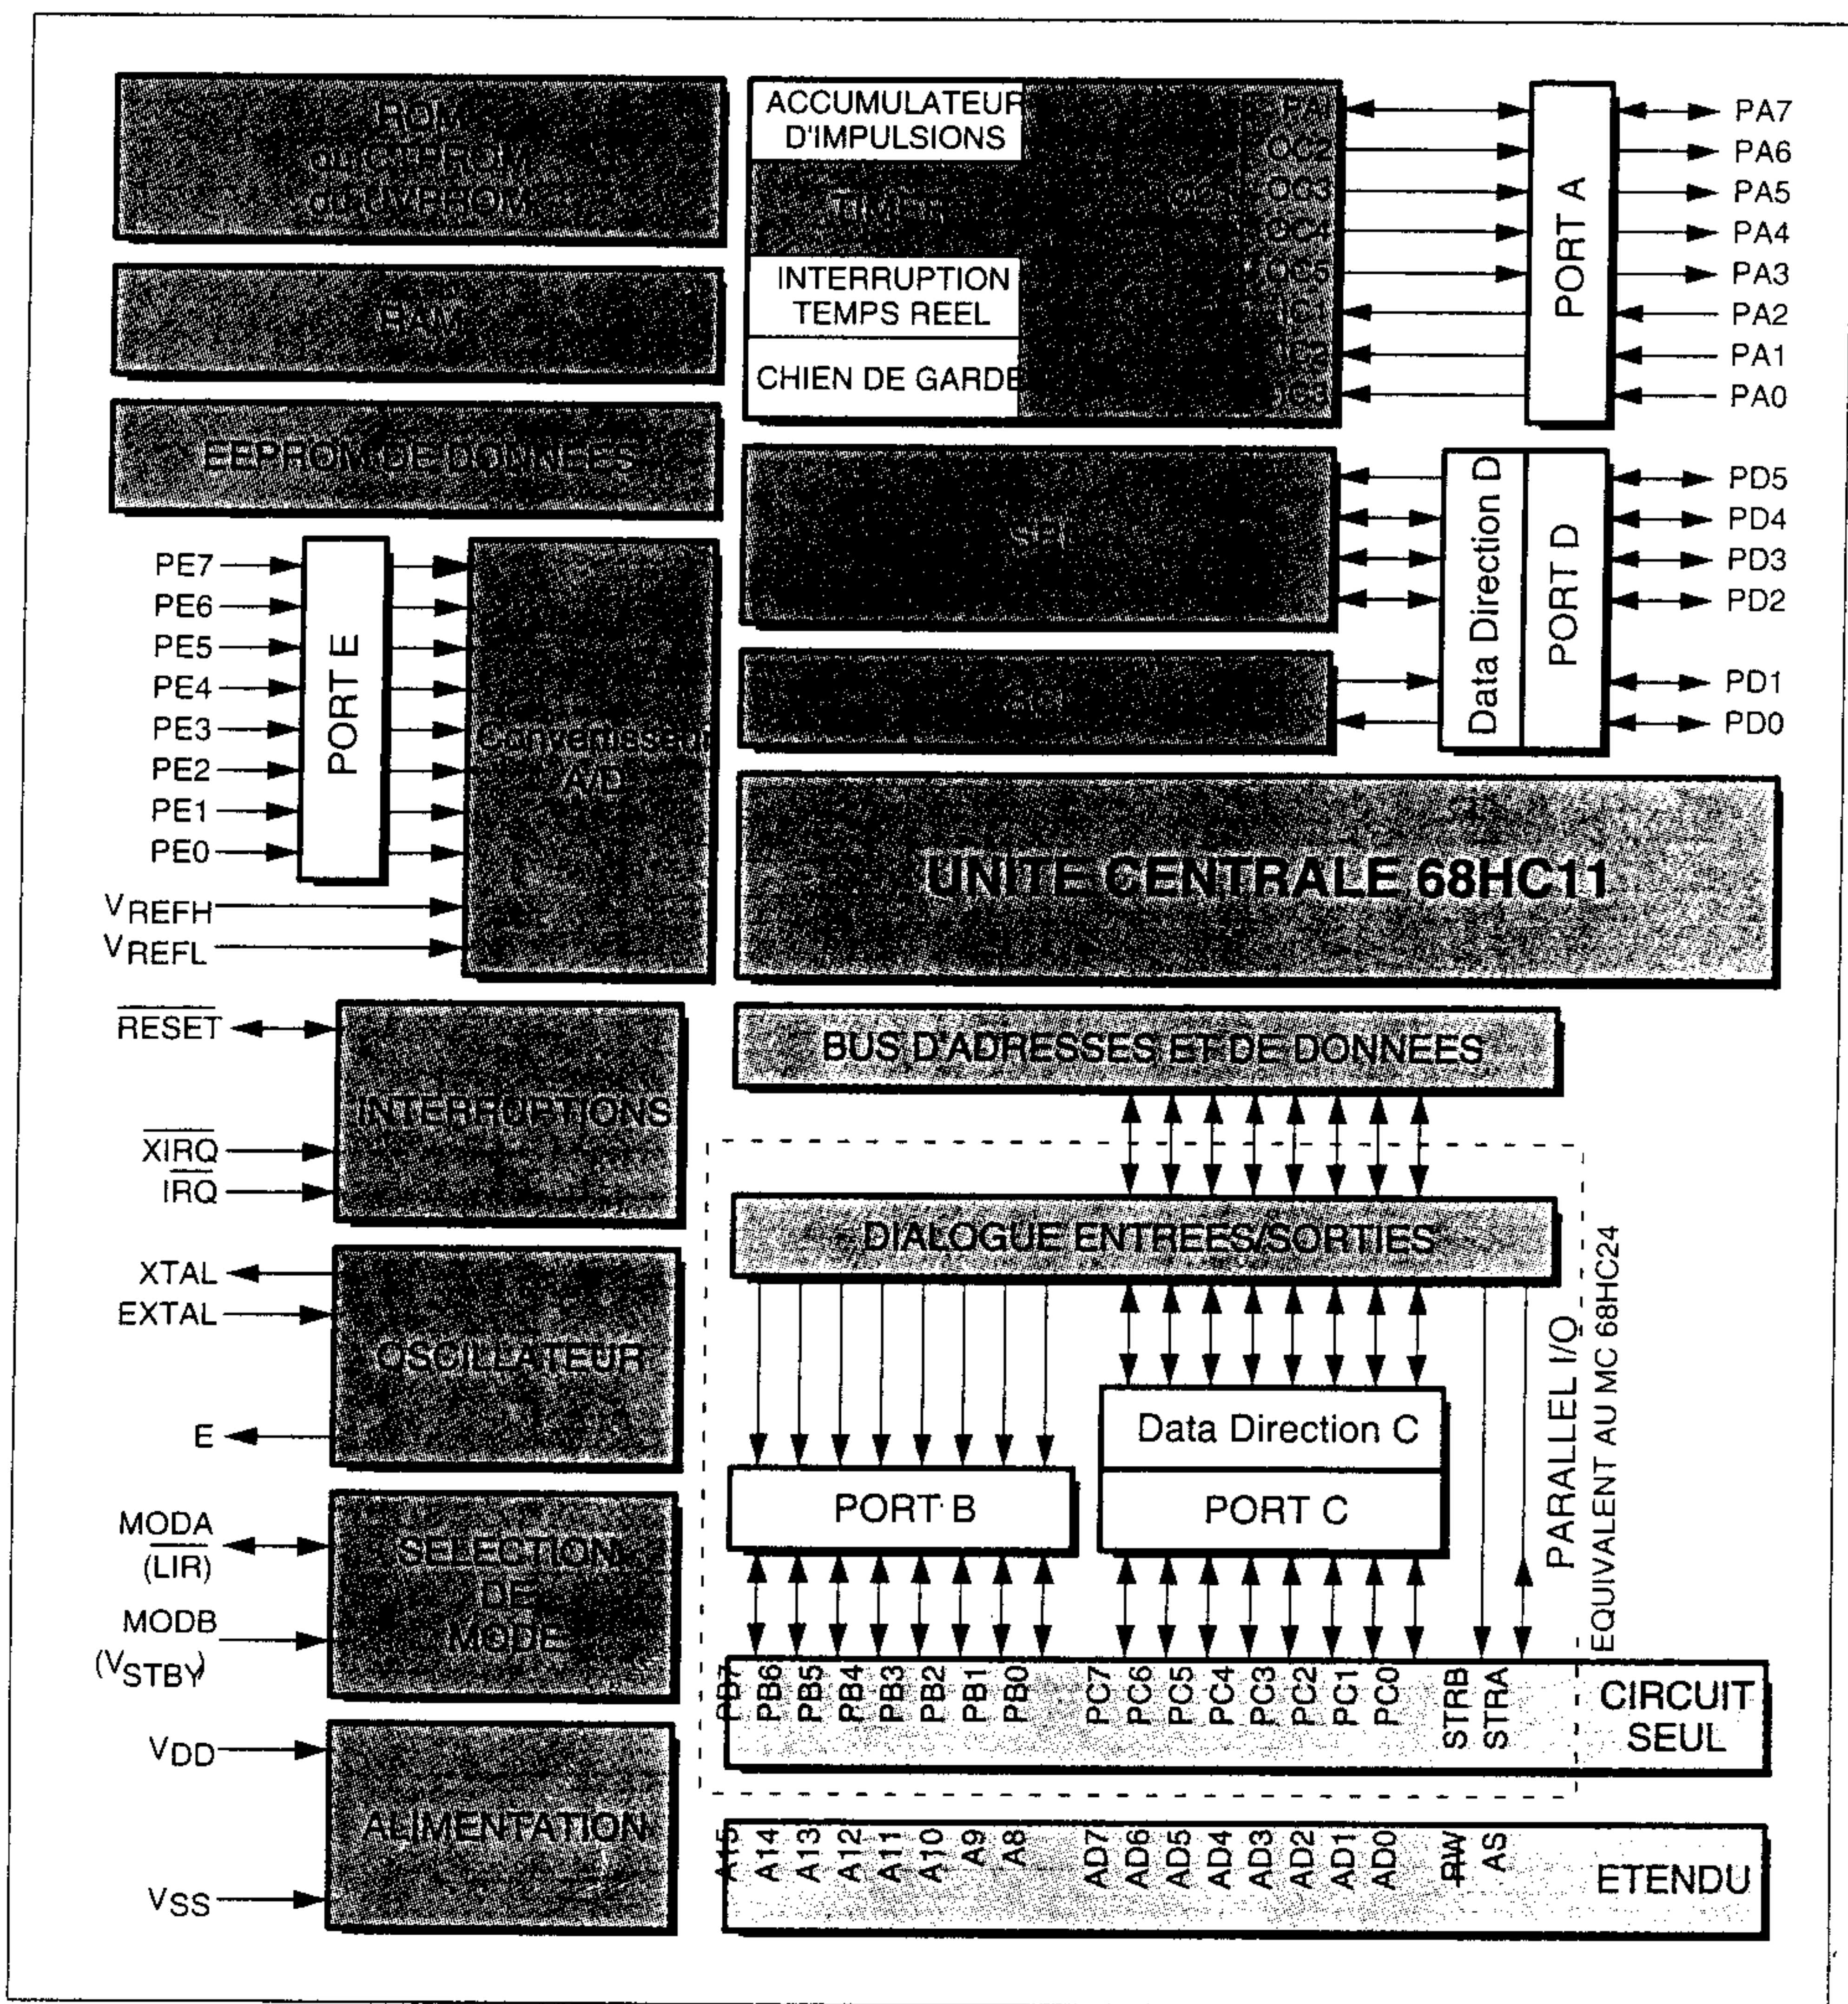

Figure 1 : Architecture interne des 68HC11.
La majorité des 68HC11 adopte l'architecture interne que vous pouvez découvrir en figure 1.
Remarquez aussi, en partie basse de la figure 1, que le circuit peut fonctionner selon deux modes : un mode "single chip" ou circuit seul et un mode "expanded" ou étendu qui lui permet alors d'adresser des circuits externes comme n'importe quel microprocesseur ordinaire. Dans ce dernier cas, les lignes des ports B et C se transforment en lignes d'adresses et de données.
- PD0 à PD5 sont les entrées/sorties parallèles du port D qui sont communes avec les lignes des ports série de la SPI et de la SCI. La figure 1 vue ci-avant précise l'affectation relative de ces pattes aux différentes lignes spécifiques de ces interfaces. Il est évident qu'ici aussi toute simultanéité de fonctions est impossible sauf quelques cas particuliers. Ainsi, même avec la SPI en fonction, la ligne /SS peut être utilisée comme sortie sous réserve que l'interface fonctionne en mode maître - PC0 à PC7 sont des entrées/sorties parallèles à usage général en mode circuit seul. En mode étendu, elles deviennent les lignes où circulent les données et les huit bits de poids faibles des adresses en mode multiplexé. La ligne AS (Address Strobe) dont le rôle est alors tenu par la patte STRA indique alors si le port C véhicule des adresses (AS au niveau haut) ou si ce sont des données (AS au niveau bas). Le rôle de la ligne lecture/écriture est tenu quant à lui par la patte STRB. - PB0 à PB7 sont des sorties parallèles en mode circuit seul et véhiculent les 8 bits de poids forts des lignes d'adresses en mode étendu. Les remarques faites ci-avant pour le port C s'appliquent aussi ici. Il est évident que, si le circuit est utilisé en mode étendu, les sorties PB0 à PB7 et les entrées/sorties PC0 à PC7 sont perdues.